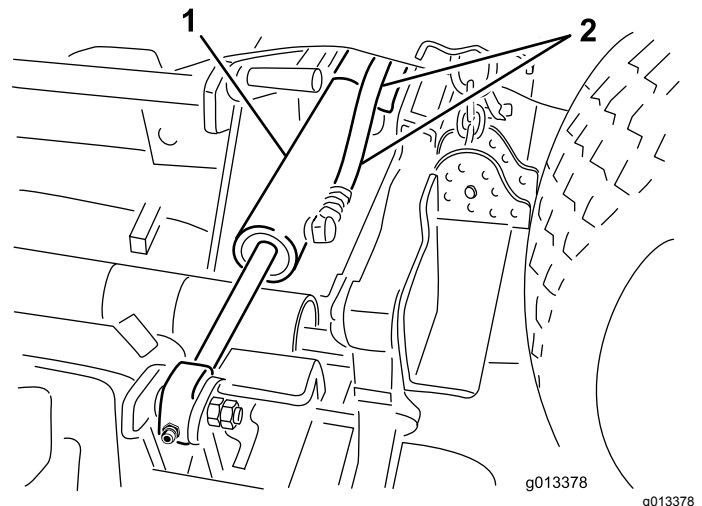

Bild 3
6. Schließen Sie die Hydraulikschläuche von den Hubzylindern des Seitmähwerks ab (**Bild 3**).